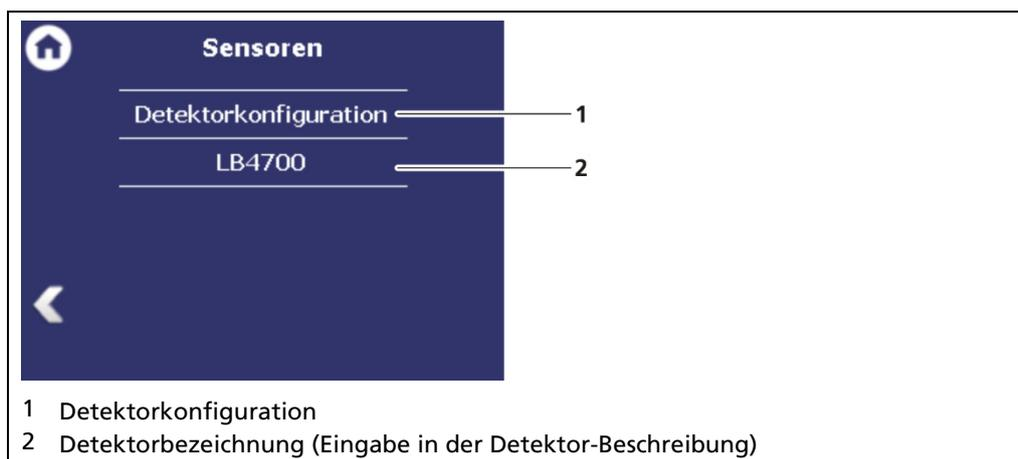

Abb. 53 Menü „Sensoren“
- Detektorkonfiguration (Abb. 53, Pos.1)
- Konfiguration des jeweiligen Detektors (Abb. 53, Pos.2)
Beschreibung	Detektor-Beschreibung. Wird in Fehlermeldungen, Ereignis-Logs und in der Menüstruktur angezeigt (Abb. 53).